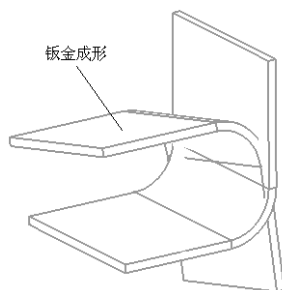

图 10-30 “沿曲线的点”钣金成形示意图
2) 沿曲线的点: 在视图区的钣金零件体中选择钣金成形的约束点, 示意图如图 10-30 所示。